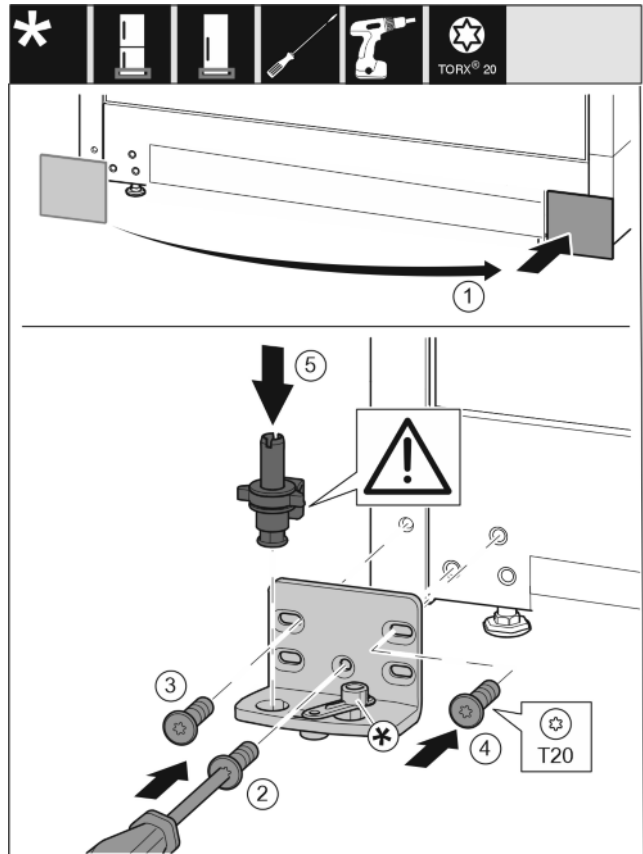

Fig. 15
- ▶ Skinite pokrov i postavite ga na drugoj strani. Fig. 15 (1)
- ▶ Postavite podložak ležaja na drugoj strani i zavijte pomoću odvijača T20. Započnite s vijkom 2 dolje u sredini. Fig. 15 (2)
- ▶ Pritegnite vijak 3 i 4. Fig. 15 (3,4)
- ▶ Kompletno umetnite podložak ležaja. Pri tome pazite da je ispučenje za blokiranje okrenuto prema otraga. Fig. 15 (5)